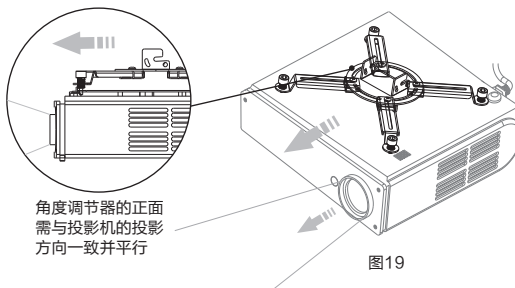

图19
- 5、角度调节器(3-1)的正面或背面需要与投影机的投影方向一致并平行,如图19。